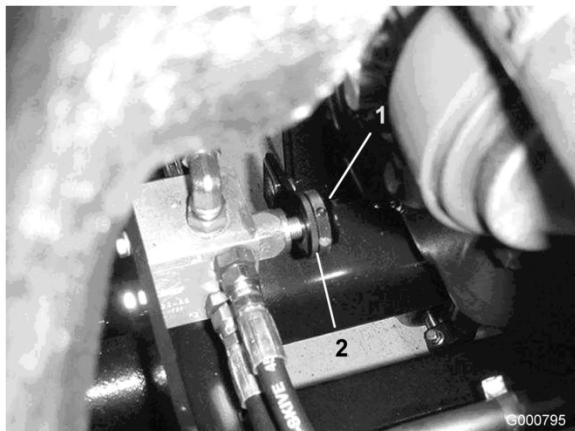

Figura 76
- Localice la válvula de ajuste de las unidades de corte traseras, situada delante del eje trasero (Figura 76).
- Afloje la anilla de bloqueo que sujeta el mando (Figura 76).